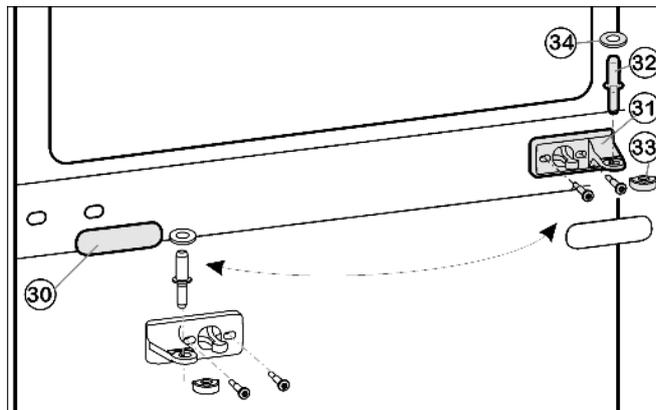
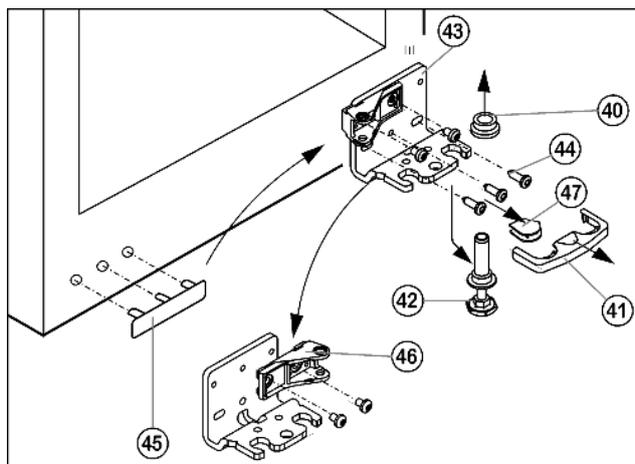

Fig. 11
Fig. 12
- ▶ Estrarre il perno di supporto centrale Fig. 11 (32) con lo spessore Fig. 11 (34) dal blocco di supporto e dalla porta inferiore.
- ▶ Staccare il coperchio di plastica Fig. 11 (33).
- ▶ Smontare il blocco di supporto centrale Fig. 11 (31).
- ▶ Staccare con cautela il pannello di copertura Fig. 11 (30).
- ▶ Spostare il blocco di supporto al centro Fig. 11 (31) ruotato di 180° sul nuovo lato cerniera.
- ▶ Innestare nuovamente il pannello di copertura Fig. 11 (30) ruotato di 180° sul nuovo lato impugnatura.
- ▶ Staccare la protezione Fig. 12 (41) tirandola in avanti.
- ▶ Staccare la copertura Fig. 12 (47)*.
- ▶ Avvitare completamente il piedino di regolazione Fig. 12 (42).
- ▶ Estrarre il perno di supporto Fig. 12 (42) tirandolo verso il basso e in avanti. Fare attenzione alla boccola cerniera Fig. 12 (40).
- ▶ Svitare il blocco di supporto Fig. 12 (43) (3 x Torx 25) Fig. 12 (44).
- ▶ Staccare con cautela la copertura lato maniglia Fig. 12 (45) e spostarla sul lato opposto.
- ▶ Fissare nuovamente il blocco di supporto in basso Fig. 12 (43) sul nuovo lato cerniere, eventualmente servendosi di un avvitatore a batteria.
- ▶ Svitare l'elemento di supporto Fig. 12 (46) e serrarlo di nuovo ruotato di 180°.
- ▶ Montare la copertura Fig. 12 (47) sul lato opposto.*
- ▶ La protezione (41) deve innestarsi lateralmente sul blocco di supporto, per assicurare il perno di supporto e la porta.
- ▶ Innestare nuovamente la protezione (41) sul blocco di supporto.
- ▶ Applicare la boccola cerniera Fig. 12 (40).
- ▶ Appoggiare la porta dall'alto sul perno di supporto in basso Fig. 12 (42).
- ▶ Applicare nuovamente il coperchio di plastica Fig. 11 (33) sul blocco di supporto centrale Fig. 11 (31).
- ▶ Inserire il perno di supporto centrale Fig. 11 (32) sul nuovo lato cerniera attraverso il blocco di supporto centrale Fig. 11 (31) nella porta inferiore.
- ▶ Infilare lo spessore Fig. 11 (34) sul perno di supporto centrale Fig. 11 (32).
- ▶ Mettere la porta superiore sul perno di supporto centrale Fig. 11 (32).
- ▶ Svitare la vite centrale nel blocco di supporto in basso Fig. 12 (43).
- ▶ Eventualmente allineare le porte sopra le due asole nel blocco di supporto in basso Fig. 12 (43) e nel blocco di supporto al centro Fig. 11 (31) con il corpo esterno dell'apparecchio.